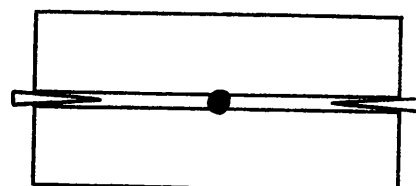

Fig. 2
- 2) Mantenga la separación de las piezas durante el punteado usando cuñas (fig. 2).